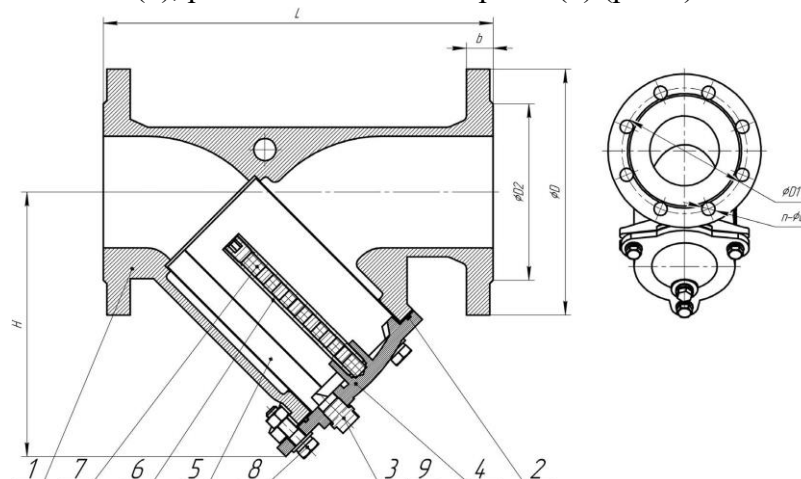

Рис. 1.
1.2.6. Основные размеры и характеристики фильтра приведены на рис.1 и в табл.2. Допустимое отклонение от указанной массы – 5%.
1.3.1. Основные элементы конструкции фильтра приведены в табл.1, на рис.1.
1.3.2. Принцип действия фильтра основан на улавливании механических примесей внутренней поверхностью фильтрующего элемента сетки (5) с осаждением этих примесей на дне осадочной камеры корпуса (1) с крышкой (4) и ферромагнитных включений наружной поверхностью магнитов (7), расположенных в стержне (6) (рис.1).